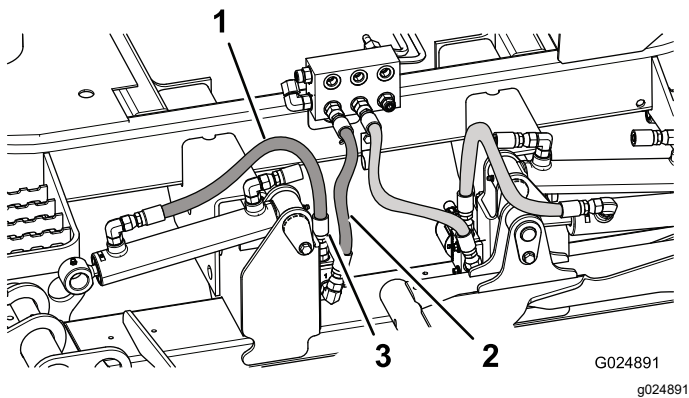

Figura 8
- Enrute y conecte el extremo de la manguera que desconectó del distribuidor de unión al acoplamiento superior (recto) del distribuidor de bloqueo de la carcasa (Figura 8).
8. Conecte la manguera nueva al distribuidor de unión y al acoplamiento de 90 grados del distribuidor de bloqueo de la carcasa (Figura 8).